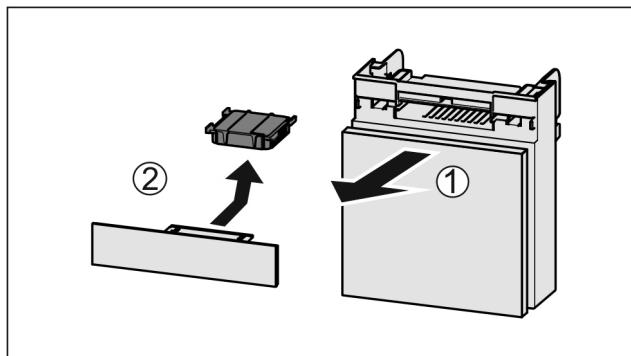

Fig. 183
- Fach nach vorne herausziehen Fig. 183 (1).
- Aktivkohlefilter entnehmen Fig. 183 (2).